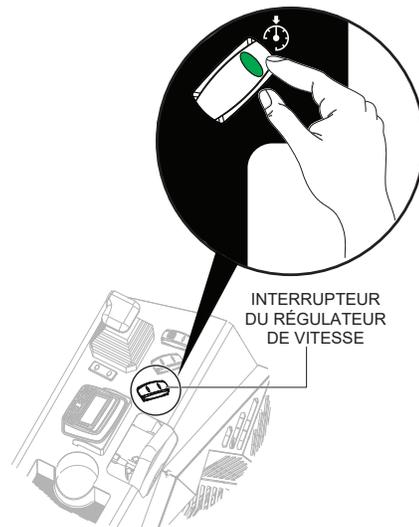

Figure 21. Aiguillage du régulateur de vitesse de croisière
1. Appuyez sur l'interrupteur du régulateur de vitesse (Figure 21) pour activer le régulateur de vitesse. Le voyant DEL de l'interrupteur du régulateur de vitesse de croisière s'allume lorsque le régulateur de vitesse de croisière est enclenché.